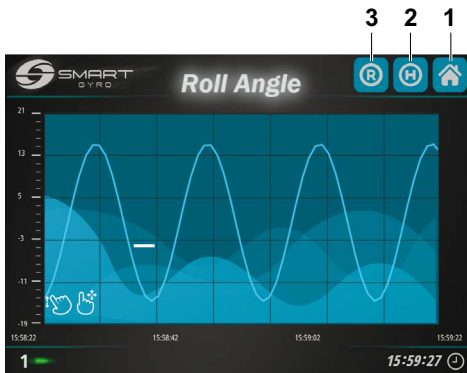

Figura 26
la pagina "Angolo di Rollio" viene visualizzata sul display (Figura 26).
Premendo l'icona "R" nell'angolo in alto a destra (Figura 26, (3)), si avvia la visualizzazione del grafico; il grafico scorre verso sinistra.
Premendo l'icona "H" (Figura 26, (2)), il display visualizza i dati memorizzati nella memoria non volatile del Display, come processo in background.
Premendo l'icona Home nell'angolo in alto a destra (Figura 26, (1)) si torna alla pagina iniziale.